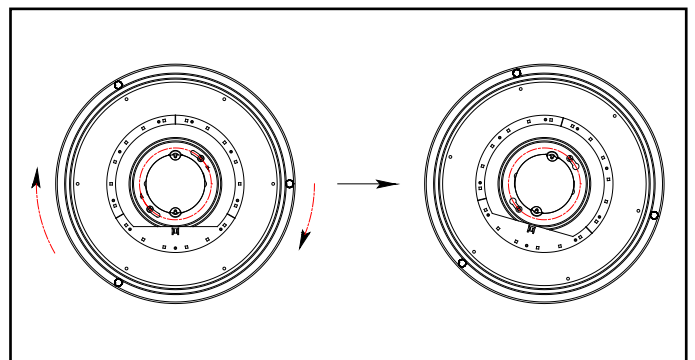

Figure 3
4. Placer la plaque du luminaire sur la vis du verrou (voir figure 3), tourner la plaque du luminaire dans le sens horaire et le fixer bien solidement avec le verrou. Fixer solidement la plaque du luminaire à la boîte de jonction.